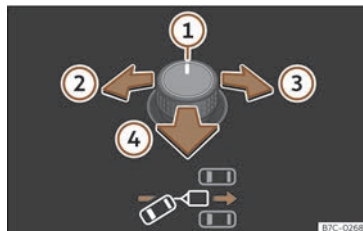
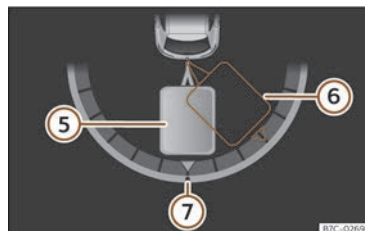

Fig. 165 Commande rotative des rétroviseurs extérieurs : régler l'angle de la remorque.
Fig. 166 Afficheur du combiné d'instruments : faire marche arrière.
Légende de la >>> **fig. 165** , >>> **fig. 166**:
- Faites basculer la commande rotative jusqu'à la direction voulue >>> **fig. 165**. L'écran du combiné d'instruments affiche à titre d'information une représentation de l'ensemble du véhicule tracteur et de la remorque dans sa position actuelle >>> **fig. 166**.